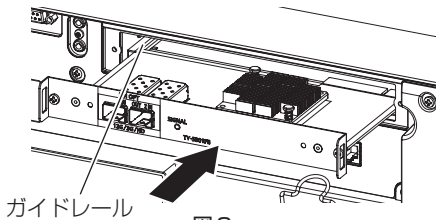

図 2
2) ファンクションボードをプロジェクターに取り付ける (図 2)